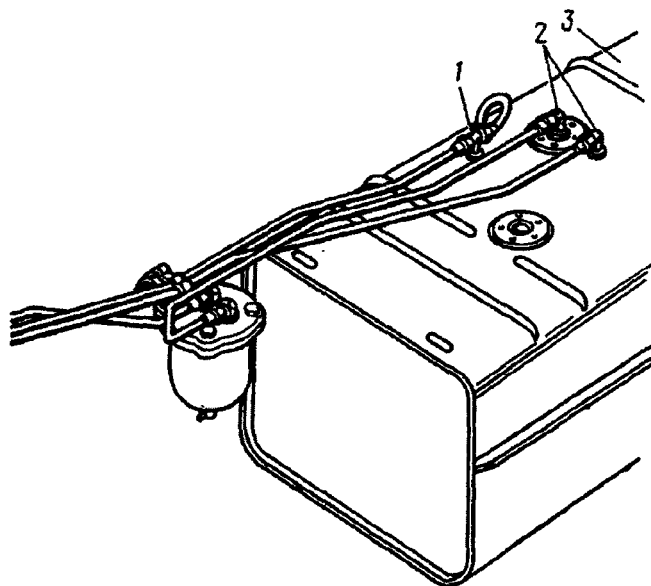

Рис. 4. Установка топливного бака на автомобиле КамАЗ-43105:
Примечание: На автомобиле КамАЗ-43105 накидные гайки отверните от угольников 2 (рис. 4)
10. Установите топливный бак на кронштейн и закрепите его хомутами с гайками и контргайками 11. Вверните топливные краны 2, 3 и тройник 1 12. Подсоедините топливопроводы к топливным кранам 2, 3 Примечание. На автомобиле КамАЗ-43105 топливопроводы подсоедините к ввернутым угольникам 2 (см. рис. 4)	Накидной ключ 17 мм Плоскогубцы, ключ накидной 19 мм Ключ 19 мм